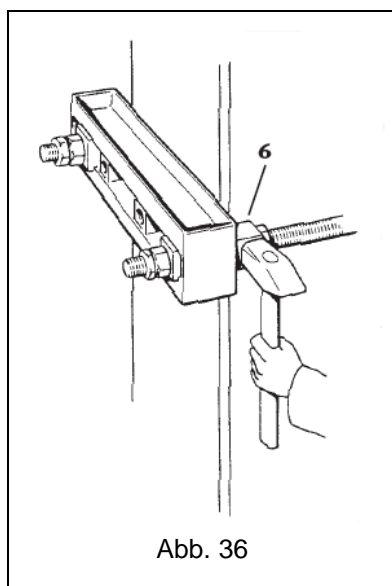

Abb. 36
5. Mit einem Holzhammer dafür sorgen, dass die Fläche der Kontrastrahmen **6** perfekt an der Oberfläche des Pfeilers anliegt (Abb. 36).